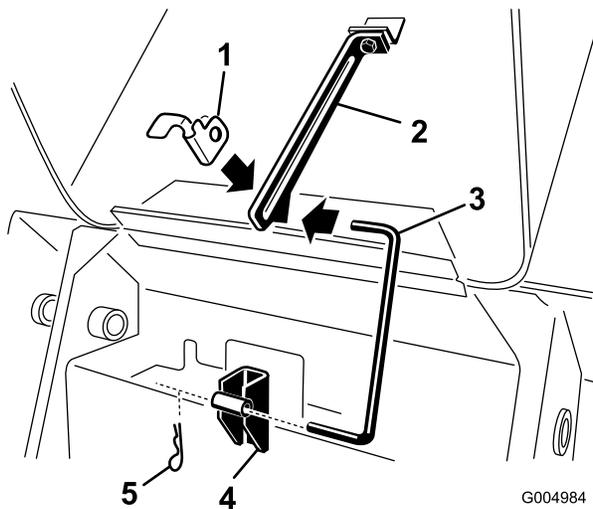

Bild 44
3. Ziehen Sie den Splint vom unteren Ende der Motorhauben-Stützstange und schieben Sie die Stützstange aus den Befestigungshalterungen und der Stützstangennase (Bild 44).
- Setzen Sie die Stützstange in die Befestigungshalterungen und die Stützstangennase und befestigen sie diese mit dem Splint (Bild 44).